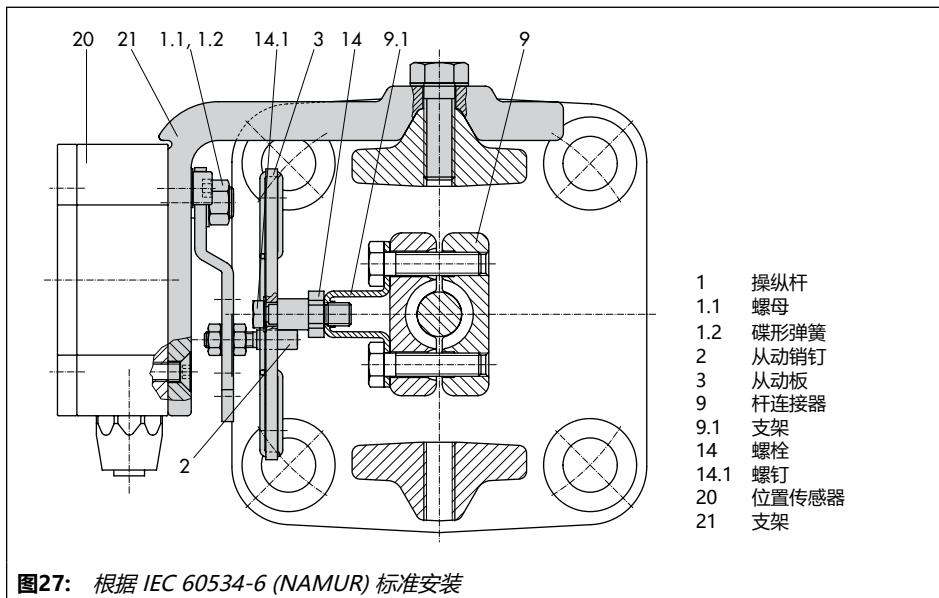

图27：根据 IEC 60534-6 (NAMUR) 标准安装
定位器的信号压力通过连接板 (9, 图27 左侧) 的信号压力连接传递到执行机构膜片腔。继续前, 需要先将附件中随附的连接板 (9) 用螺钉固定到执行机构支架上。
- 转动连接板 (9), 使故障-安全动作"执行机构推杆伸出"或"执行机构推杆缩回"的符号与标记 (图27 下方) 对齐。
- 请务必确保正确插入连接板 (9) 垫片。
→ 参见图27